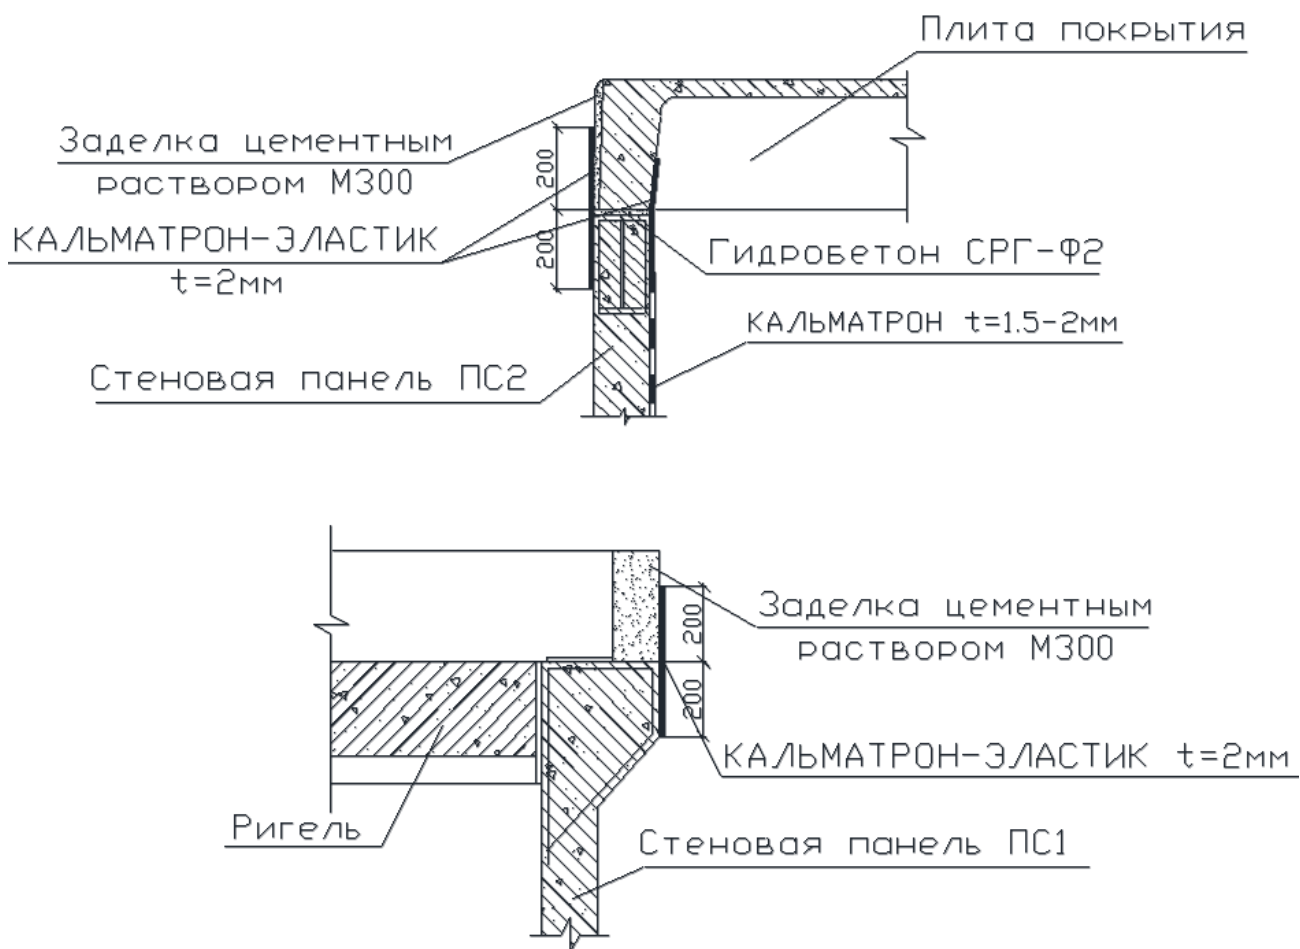

Рис. 2.2.6 Стык стеновых панелей с плитами покрытия
- В. Стыки примыканий стеновых панелей и плит покрытий (рис. 2.2.6)